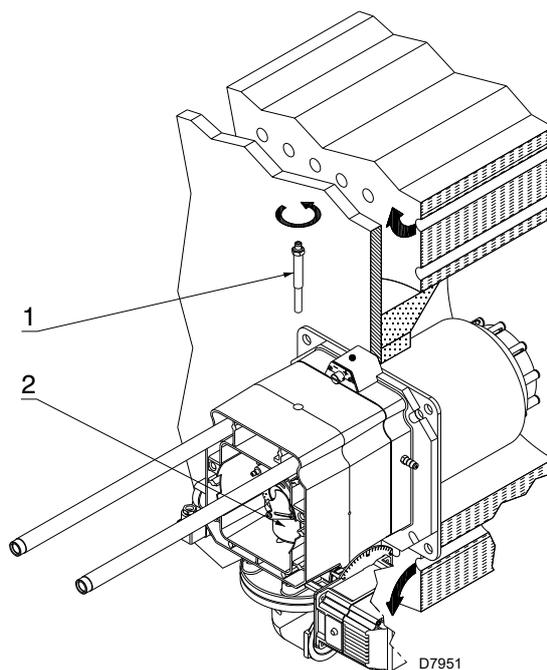

Fig. 15
- quitar el tornillo 1)(Fig. 15)
- extraer la parte interior 2)(Fig. 15) del cabezal y proceder a su calibración.
En este punto de la instalación el cabezal de combustión se fija a la caldera como en la Fig. 15. Es particularmente fácil su regulación, la cual depende únicamente de la potencia máxima del quemador.